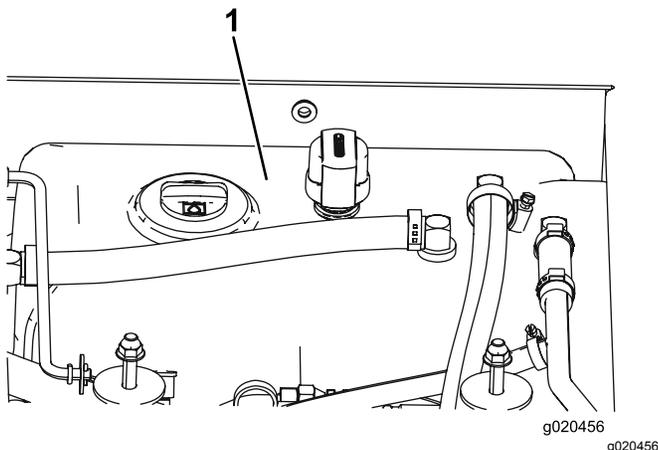

Figure 67
3. Remplissez le réservoir (Figure 67) de liquide hydraulique ; voir Vidange du liquide hydraulique (page 56).